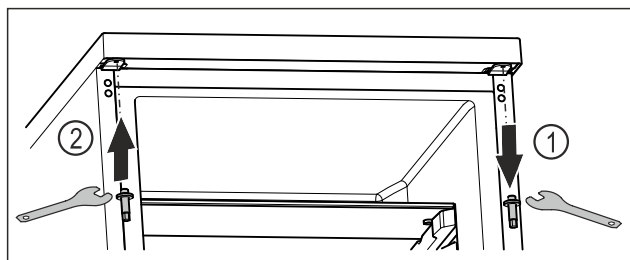

Fig. 15
- ▶ Dévisser l'axe supérieur avec une clé mâle coudée pour vis à six pans creux. *Fig. 15 (1)*
- ▶ Serrer l'axe du côté opposé avec une clé mâle coudée pour vis à six pans creux. *Fig. 15 (2)*